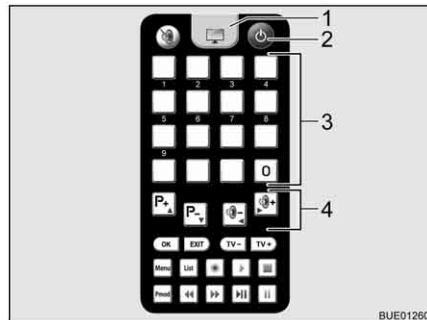

Fig. 21 Télécommande
- Appuyer sur la touche "⊞" (Fig. 21,2) de la télécommande.
- Régler la station désirée au moyen des touches de mémoire (Fig. 21,3) ou de fonction (Fig. 21,4).